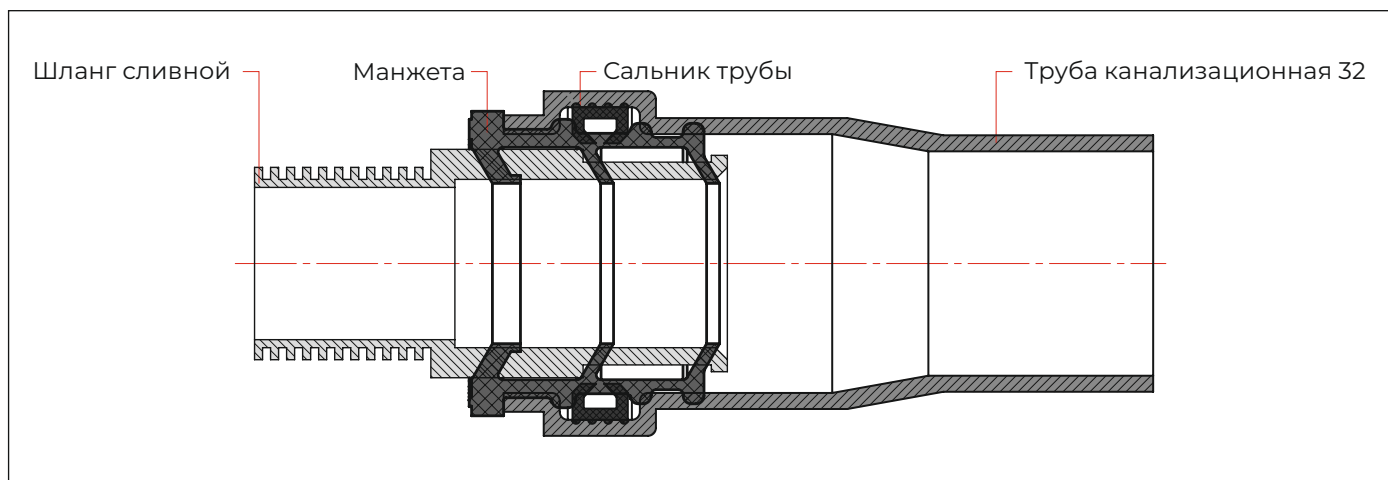
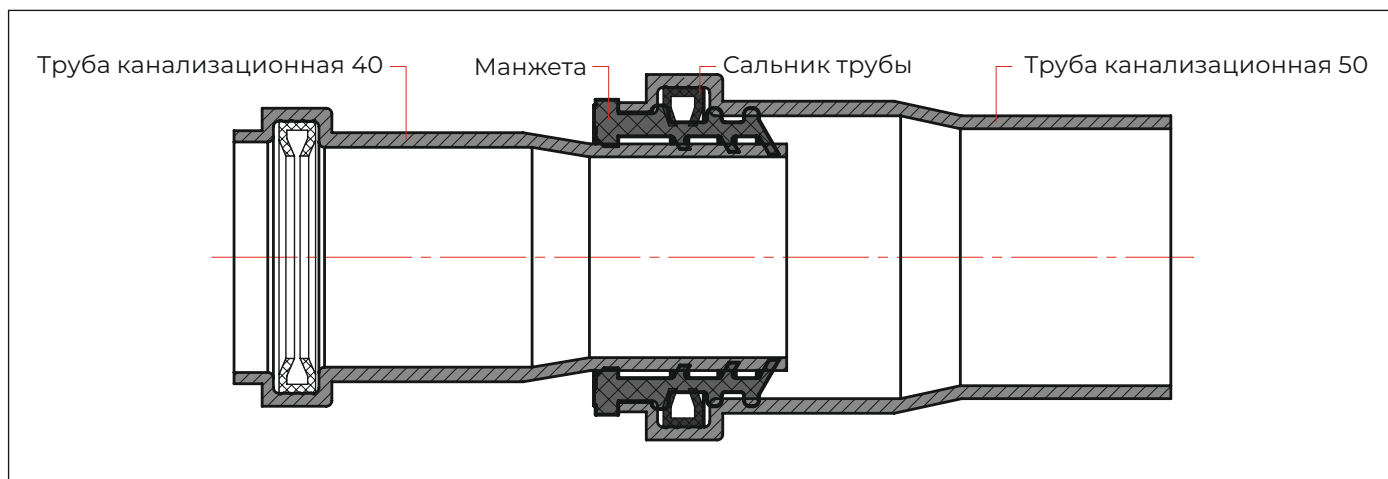

Рисунок 1 – Соединение сливного шланга с канализационной трубой
Рисунок 2 – Соединение канализационных труб разного типоразмера
- ▶ Далее осуществить установку необходимой трубы или шланга. Монтируемая труба или шланг должны, как минимум, быть вставлены на всю длину манжеты (см. рис. 1 и рис. 2).